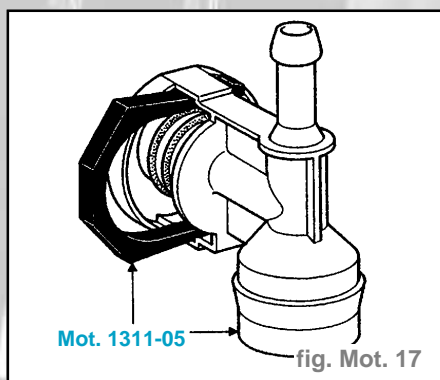

fig. Mot. 17
- Branche le té de dérivation **MOT. 1311-04** sur la rampe, puis rebrancher la canalisation d'arrivée en carburant sur le té (fig. Mot. 17).